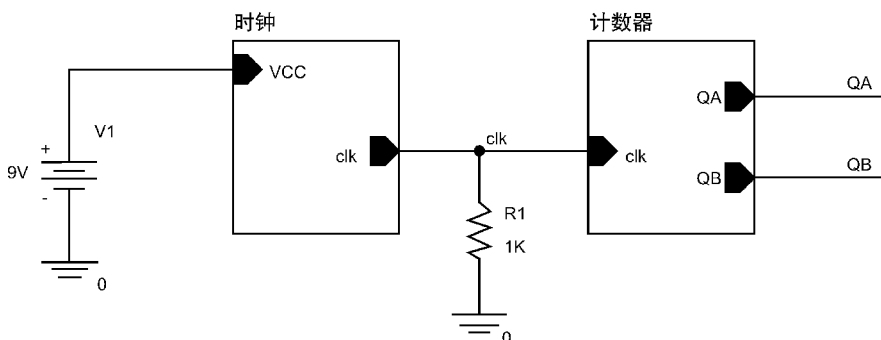

图 22.19 在 clk 网络节点与 0V 符号之间添加 1k 电阻
11. 如图 22.19 所示，在 clk 网络节点与地之间放置 1k 电阻，为 clk 网络节点提供对地直流通路。